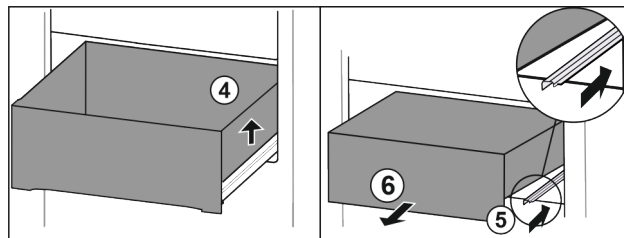

Fig. 14\*
- ▶ Zásuvku vpravo nadzvedněte Fig. 14 (4).\*
- ▶ Zasuňte pravou kolejničku Fig. 14 (5).\*
- ▶ Zásuvku odeberte směrem dopředu Fig. 14 (6).\*